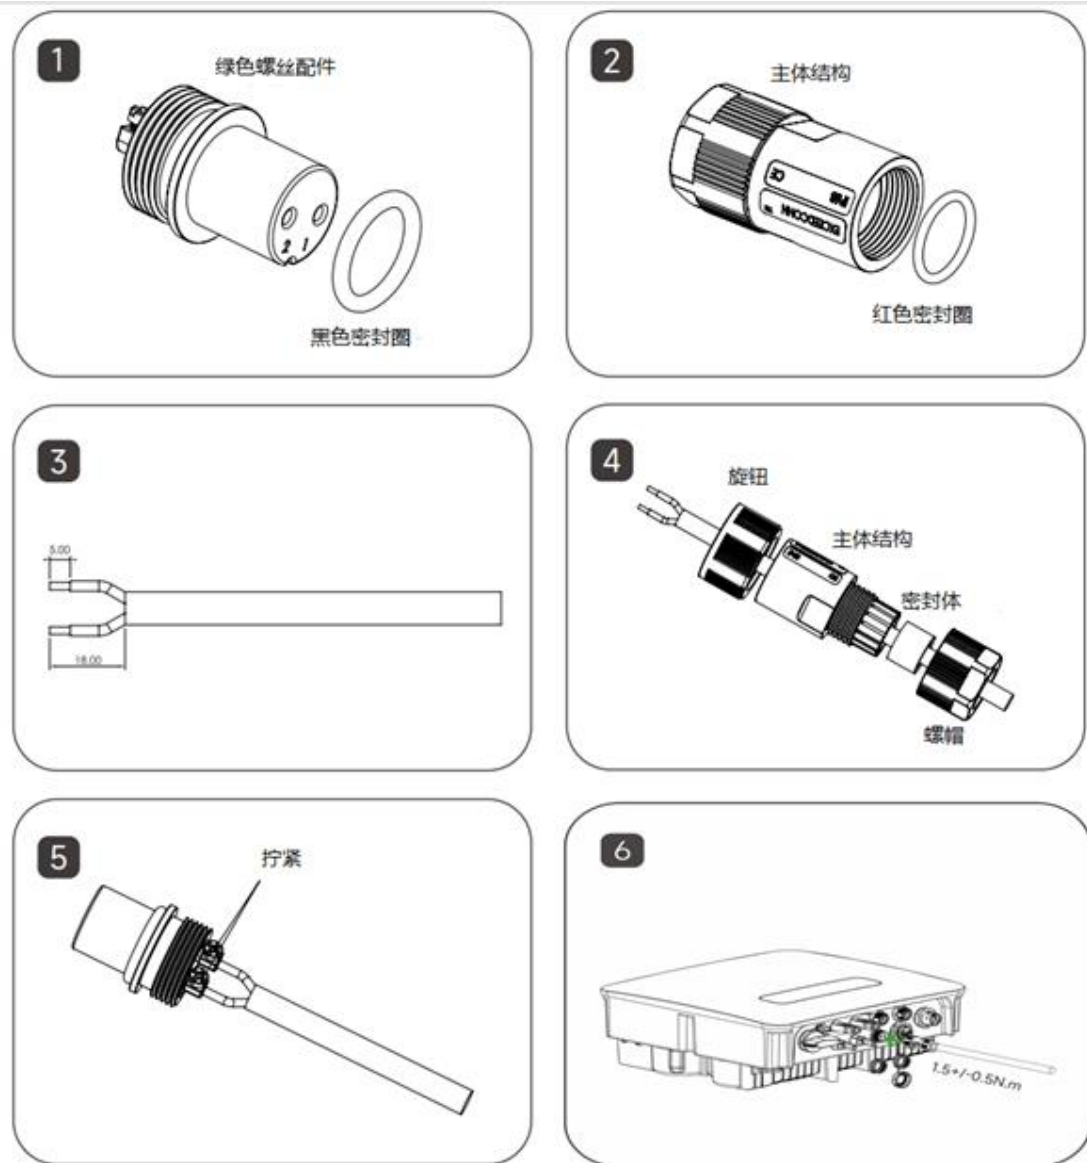

图7
步骤5: 将绿色锁扣上的2pin铜芯压接并拧紧，**连接器上的1对应电表上的A (24)，2对应电表上的B (25) ;电表互感器上的白线对应电表上的I*(5),蓝线对应电表上的I(6)，(如图7)。**